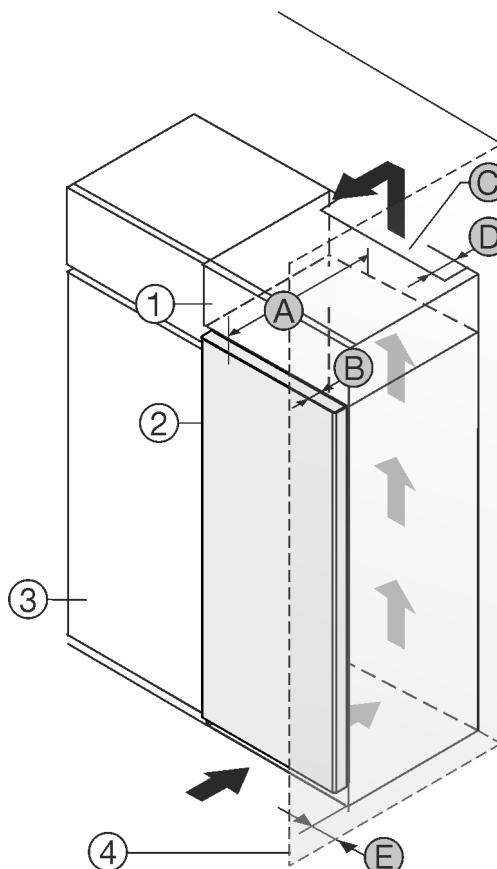

Fig. 1
Uredaj možete postaviti neposredno pored kuhinjskog ormara Fig. 1 (3).*
Na stražnjoj strani visećeg ormara treba postojati otvor za odzračivanje dubine Fig. 1 (D) po cijeloj širini visećeg ormara.*
Ispod stropa prostorije treba poštovati ventilacijski presjek Fig. 1 (C).*
Kada se uređaj postavlja s okovima pored zida Fig. 1 (4), razmak između uređaja i zida mora iznositi najmanje 13 mm.*
Kako biste vrata mogli potpuno otvoriti, uređaj mora biti za dubinu vrata Fig. 1 (B) ispred u odnosu na prednjicu kuhinjskog ormara. Ovisno o dubini kuhinjskih elemenata Fig. 1 (3) i uporabi zidnih odstojnika, uređaj može i dalje stršati.*